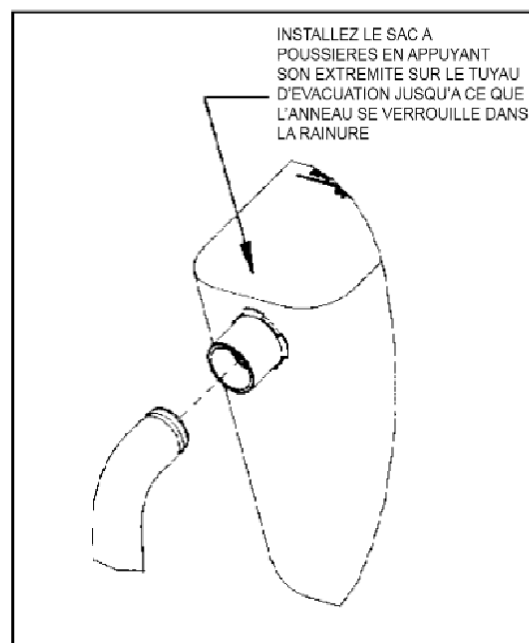

Figure 2
1. Installez le sac à poussières en appuyant son extrémité sur le tuyau d'évacuation jusqu'à ce que l'anneau se verrouille dans la rainure (figure 2). On y parvient plus facilement en appuyant sur l'arête de l'ouverture du sac avec la paume de la main.